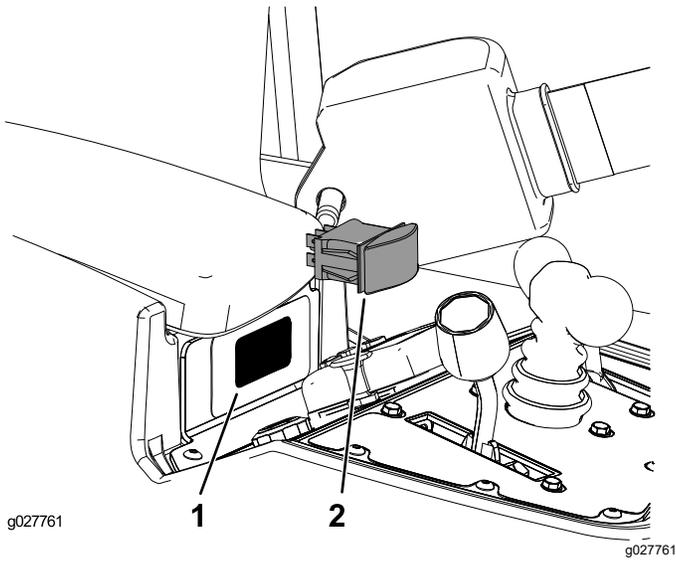

Figure 10
2. En passant par l'intérieur de la console, poussez l'obturateur hors du trou (Figure 10).
3. Poussez l'interrupteur à bascule dans le trou de montage de la console comme illustré à la Figure 10.